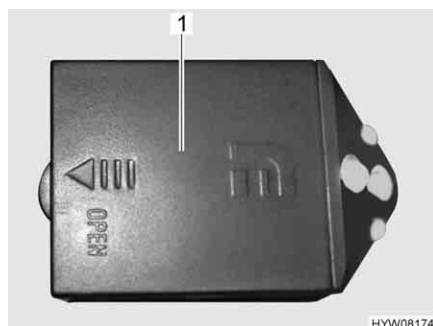

Fig. 180 Luci armadi guardaroba
- Spingere in direzione della freccia e rimuovere il coperchio (Fig. 180,1) delle luci armadi guardaroba.